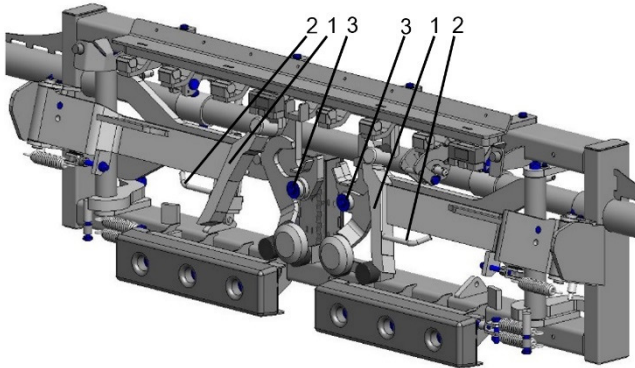

Bild 1 Lyftfram med adapterarmar
- 2** Rulla fram containern mot adapterarmarna (3), se bild 1. Kör fram containern så att dess lyftpunkter befinner sig ovanför adapterarmarnas lyftpunkter.
- 6** Fäll in adapterarmarna (3). Fäll BG-armarna (2) inåt om sådana finns.